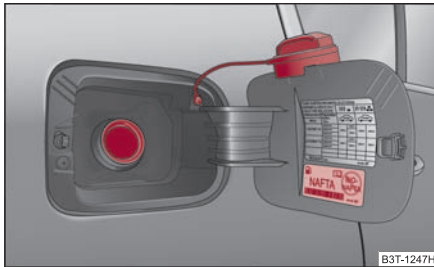

Fig. 13 Clapeta rezervorului cu capacul deschis.
- Deșurubați capacul spre stânga și așezați-l pe clapetă, în partea de sus ⇒ fig. 13.